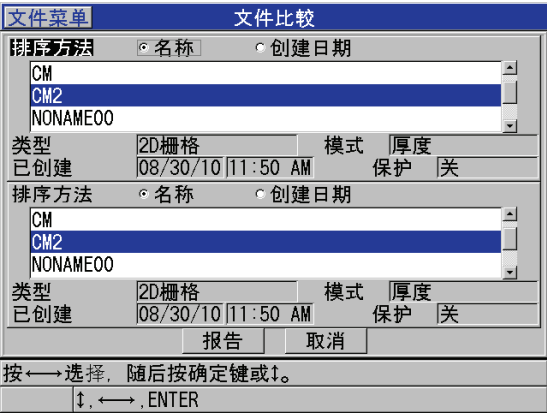

图 11-34 文件比较屏幕
- 6. 在**文件比较**屏幕中 (参见第 181 页的图 11-34):